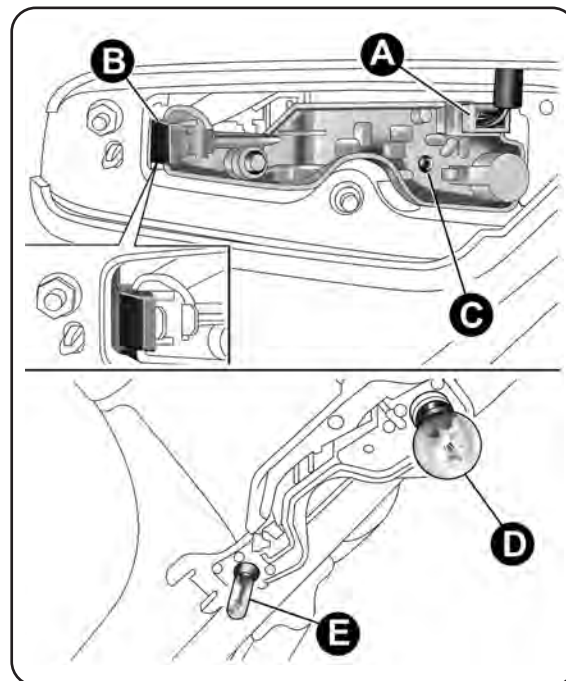

fig. 138
- rimuovi il connettore A-fig. 138 ed estrai il gruppo portalam-pade, agendo prima sulla linguetta di ritegno B e successivamente svitando la vite C;
- sostituisci la lampada interessata spingendola leggermente e ruotandola in senso antiorario fig. 138: